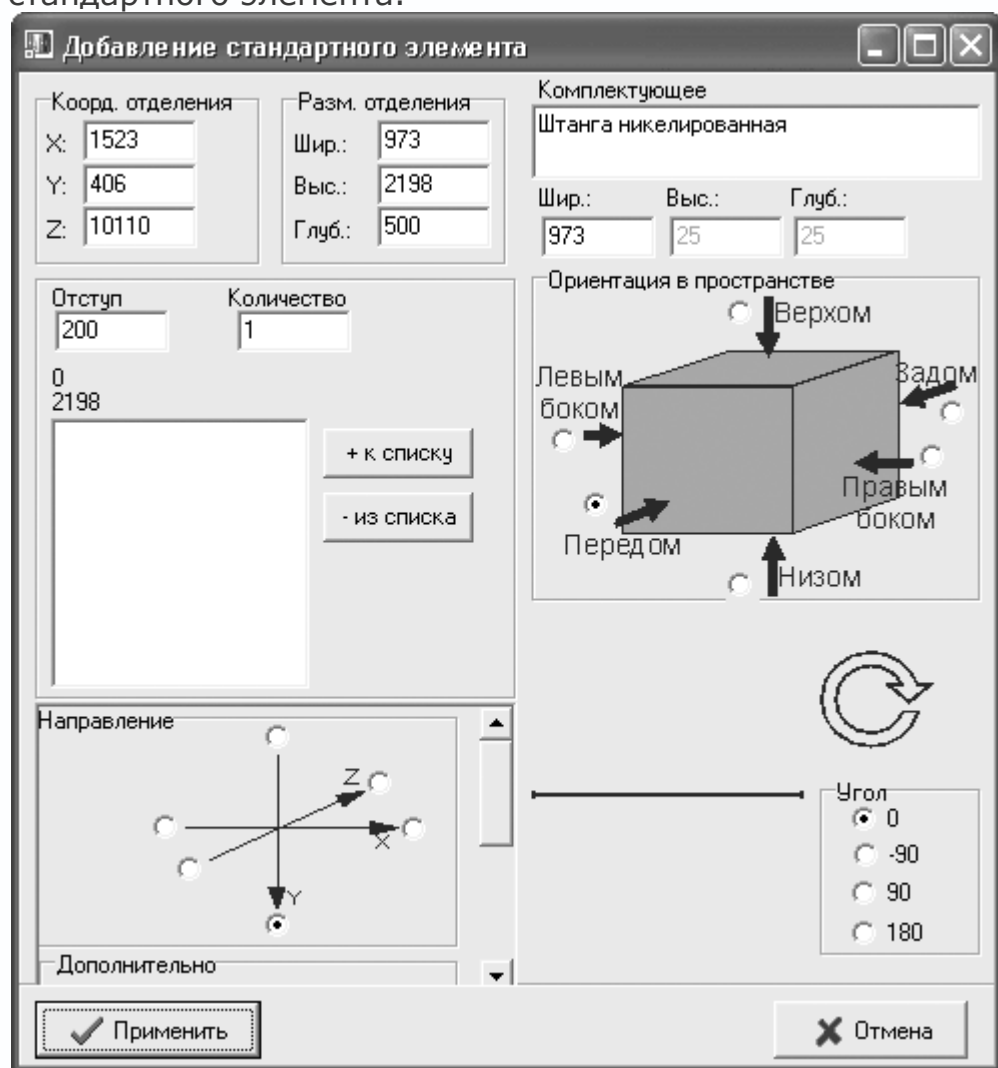

Рис. 7.29. Окно Добавление стандартного элемента
4. Окно справочника исчезнет, а на его месте появится окно Добавление стандартного элемента (рис. 7.29), в котором настраивается размещение добавляемого в шкаф стандартного элемента.